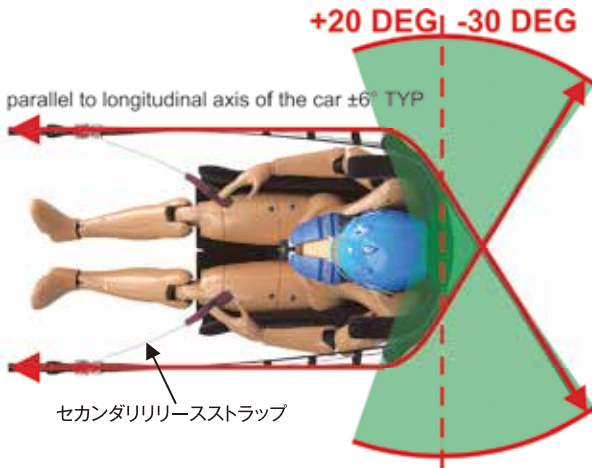

図4:フロントストラップとリアストラップの取付け
- 4.1 フロントストラップは図4に示すように車の縦方向に平行±6°となる。